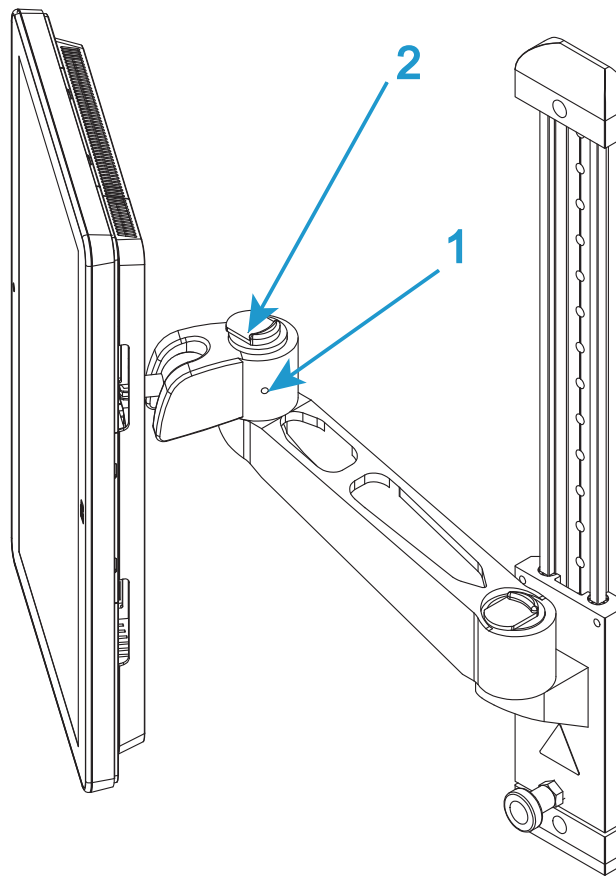
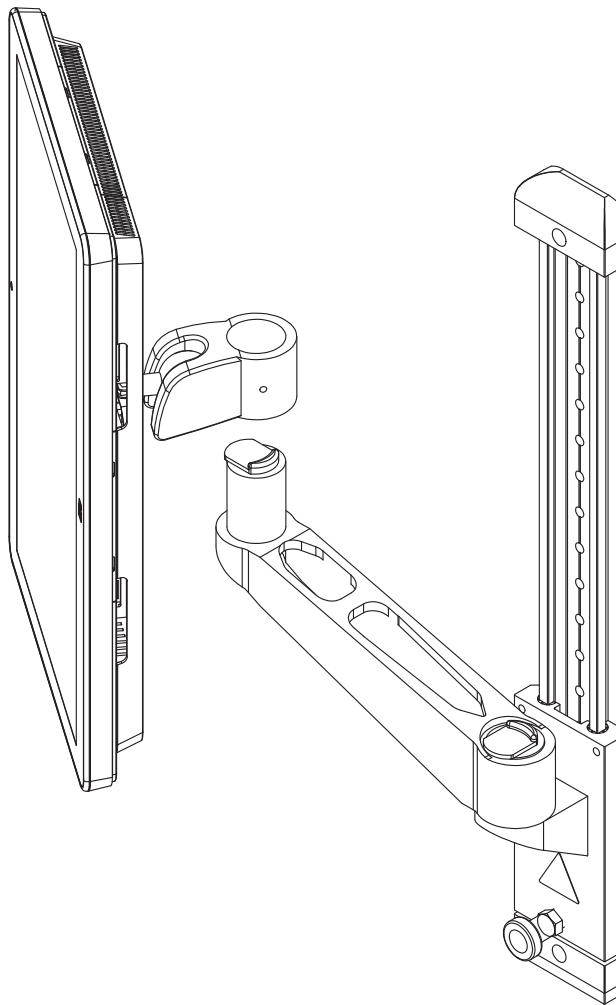

Abbildung 10. Montagearm
Abbildung 11. Zum Entfernen anheben
3. Wenn erforderlich, lösen Sie den Gewindestift an der Seite des Ellbogen am Montagearm (1 in Abbildung 10 auf Seite 51).
4. Betätigen Sie den Entriegelungsmechanismus oben am Ellbogen (2 in Abbildung 10 auf Seite 51) und heben Sie den Bluehill® Bedienerdashboard vom Montagearm (Abbildung 11 auf Seite 52) ab.